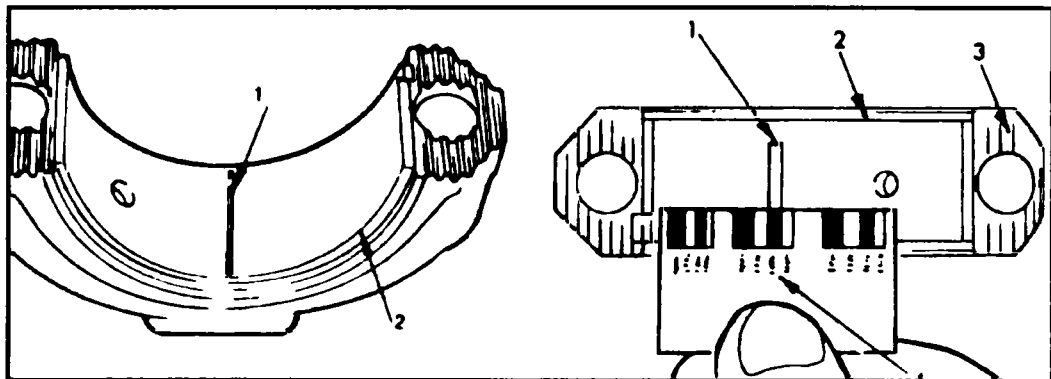

Рис. 2.46 Измерение зазора во вкладышах коленвала при помощи проволочек «Plastigage»
- ◆ Сравните ширину расплюсненной проволоочки в самом широком месте с шаблонной линейкой, поставляемой в комплекте с проволочками (см. рис. 2.46). Если зазор больше 0,17 мм для коренных и 0,12 мм для шатунных подшипников, Вам придется заменить вкладыши. При этом обратите внимание на реальные диаметр шеек коленвала, если шейки изношены больше допустимого, то их придется перешлифовать в ближайший ремонтный размер, соответственно поменяв вкладыши.